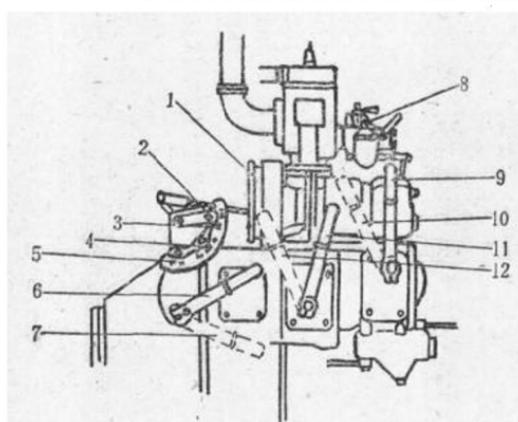

图1-4 起动机操纵手柄位置
(3) 将减压手柄放到“预热1”的位置(起动机各操纵手柄的使用位置,如图1-4所示)。
(4) 接合起动机离合器,一手转动起动机的飞轮,另一手将接合杆向下按到底,使自动分离机构的小齿轮与发动机飞轮齿圈接合,然后将接合杆提回原来位置,并分开起动机离合器。
(5) 将起动机变速杆放在第一档。
(6) 打开汽化器的进气口盖;微开阻风阀,打开节流阀在一半位置。
(7) 打开油
（3）均匀地接合离合器，使起动机以一档带动发动机运转，待运转平稳后，将减压手柄分别放到“预热2”和工作位置上（图1-4），以预热发动机。